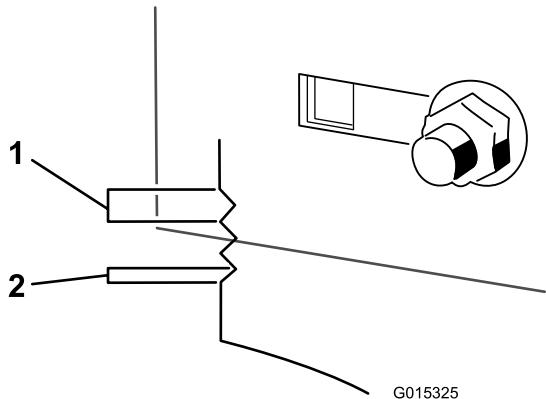

Figure 51
9. Utilisez les fentes du support soudé pour mesurer le réglage requis. La surface de chaque fente équivaut à 0,25 pouce, et un côté équivaut à 0,125 pouce (Figure 51). Réglez le tablier de coupe à la hauteur voulue.